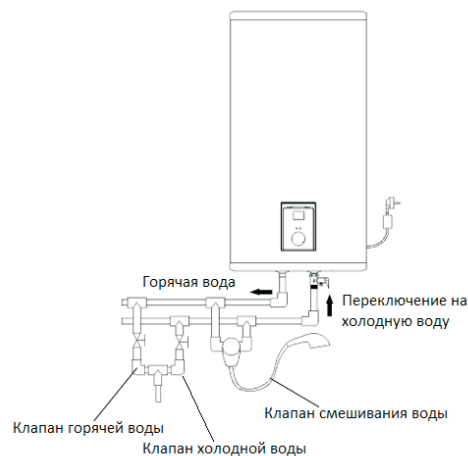

Рис.4
Рис. 4а
Рис. 4б
4. Для подачи горячей воды в несколько источников обратитесь к рис. 4 для подключения и установки трубопровода.